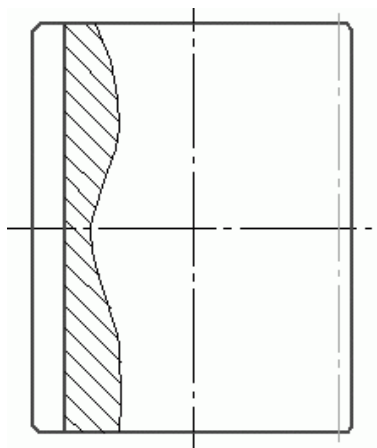

Рис. 2.86. Полученная зубчатая шестерня (слой с изображением зубчатого колеса погашен)
6. Нажмите кнопку Кривая Безье на панели инструментов Геометрия. На панели свойств выберите стиль линии Для линии обрыва и создайте произвольную кривую по всей ширине шестерни, отсекая изображение зуба шестерни, который будет показан в зацеплении. Поместите штриховку (со стилем Металл и углом наклона -45°) в созданной замкнутой области. Вы получите изображение выреза зуба шестерни (рис. 2.86).